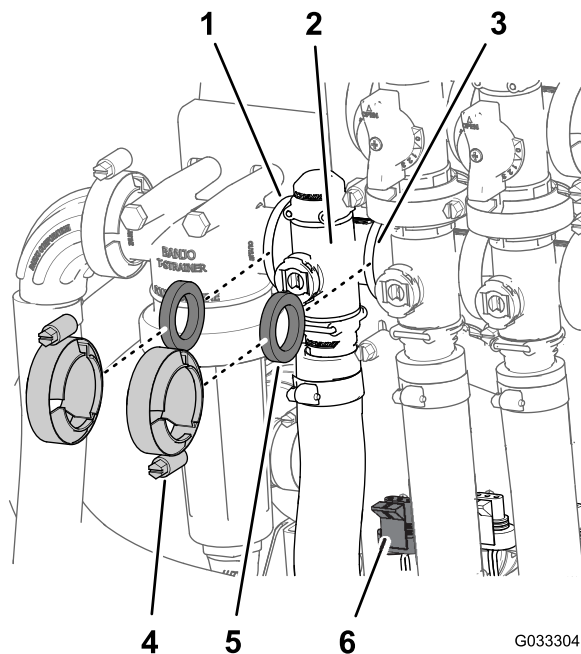

Figure 67
1. Retirez les colliers et joints qui fixent le collecteur du régulateur de débit (Figure 67).